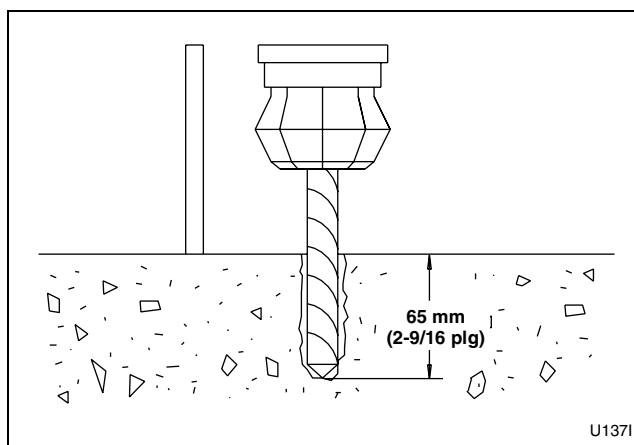

Figura 11
5. Perfore los agujeros a la profundidad establecida. Consulte la *Figura 11*.